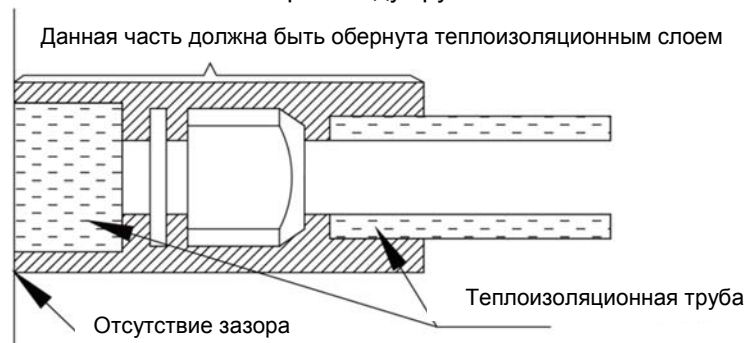

Рис. 4.3.12
- 3) Соединения внутреннего и наружного блоков следует обернуть изоляционным материалом и не оставлять зазора между трубой и стеной. См. Рис. 4.3.12.